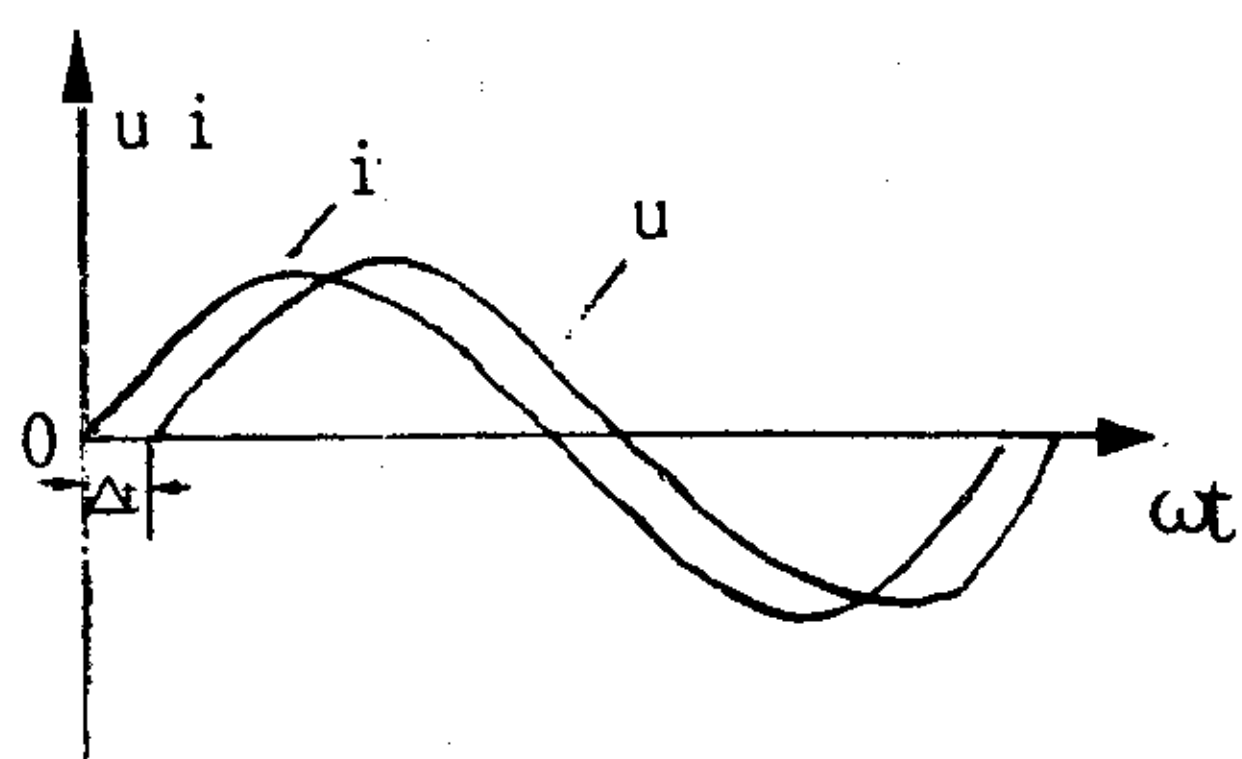

图 5 $M, i-t$ 函数曲线
(2) 调节示波器, 使两个轨迹都显示出一个完整的波形(见图 5), 在水平上测出两个波形的时间差 Δt , $\omega \Delta t$ 便是电流及电压二者的相位差。